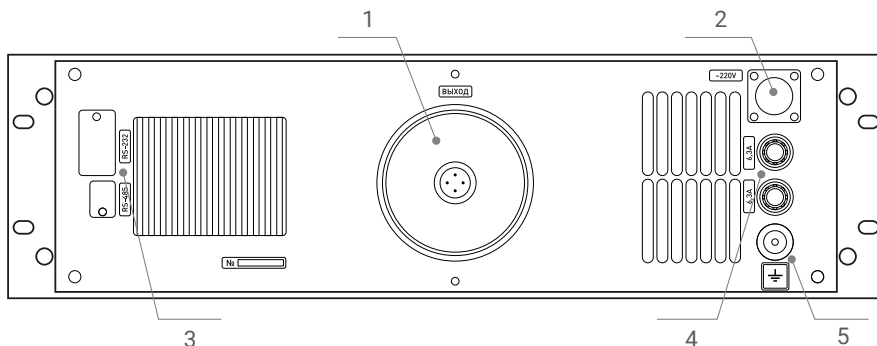

Рисунок 2 - Задняя панель генератора
5.1.3 На задней панели генератора (рис. 2) расположены: